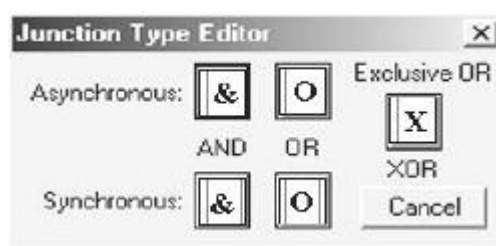

Рис.1.41. Окно выбора типа перекрестка
- **перекресток слияния (Fan-in Junction)** – узел, собирающий несколько связей в одну; указывает на необходимость условия завершения работ (источников связей) для продолжения процесса (на рис.1.41 обозначен прямоугольником с буквой **O**);
- **перекресток разветвления (Fan-out Junction)** – узел, в котором единственная входящая в него связь разветвляется; показывает, что работы, следующие за перекрестком, выполняются параллельно или альтернативно (на рис.1.41 обозначены прямоугольником с буквой **X**).
При нажатии кнопки «Внесение перекрестка» появляется диалоговое окно (рис.1.41), в котором выбирается тип перекрестка. Существующие типы перекрестков сведены в табл.4 [4].